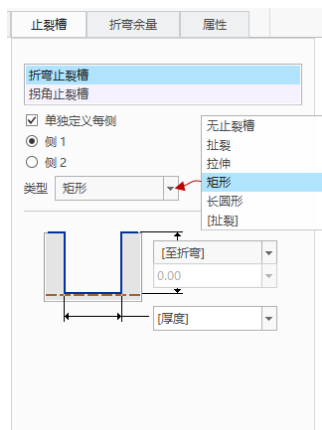
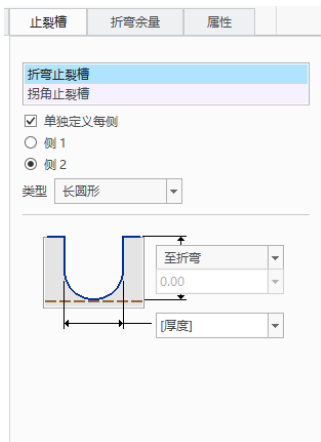

图 1-137 定义侧 1 的折弯止裂槽
图 1-138 定义侧 2 的止裂槽
(5) 在“凸缘”选项卡中打开“止裂槽”面板，在“止裂槽类别”列表框中选择“折弯止裂槽”选项，接着勾选“单独定义每侧”复选框，选择“侧 1”单选按钮，从“类型”下拉列表框中选择“矩形”，如图 1-137 所示；选择“侧 2”单选按钮，从“类型”下拉列表框中选择“长圆形”选项，并选择“至折弯”选项定义该止裂槽深度，止裂槽宽度默认由钣金件“厚度”值定义，如图 1-138 所示。